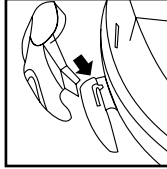

FIGURA 15
19. Coloque las lengüetas en forma de "J" en las ranuras de los soportes para enrollado de cable. **FIGURA 15**. Presione hasta que las lengüetas encajen en su lugar.